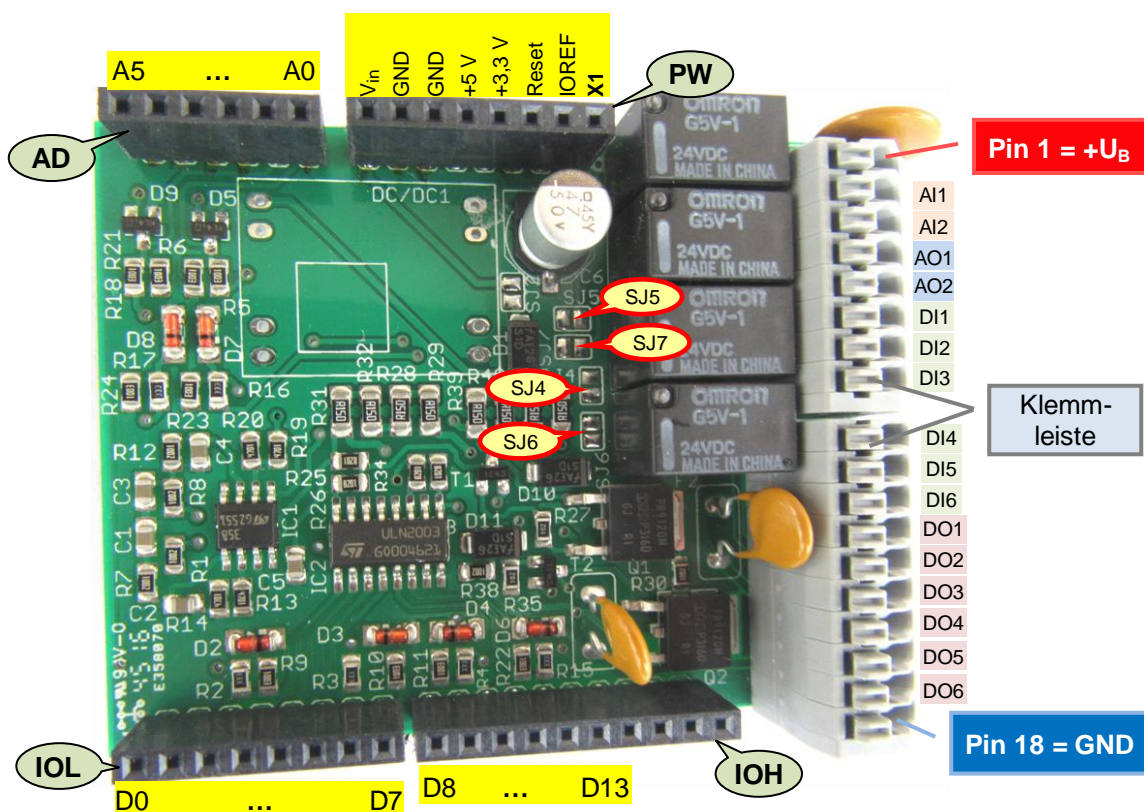
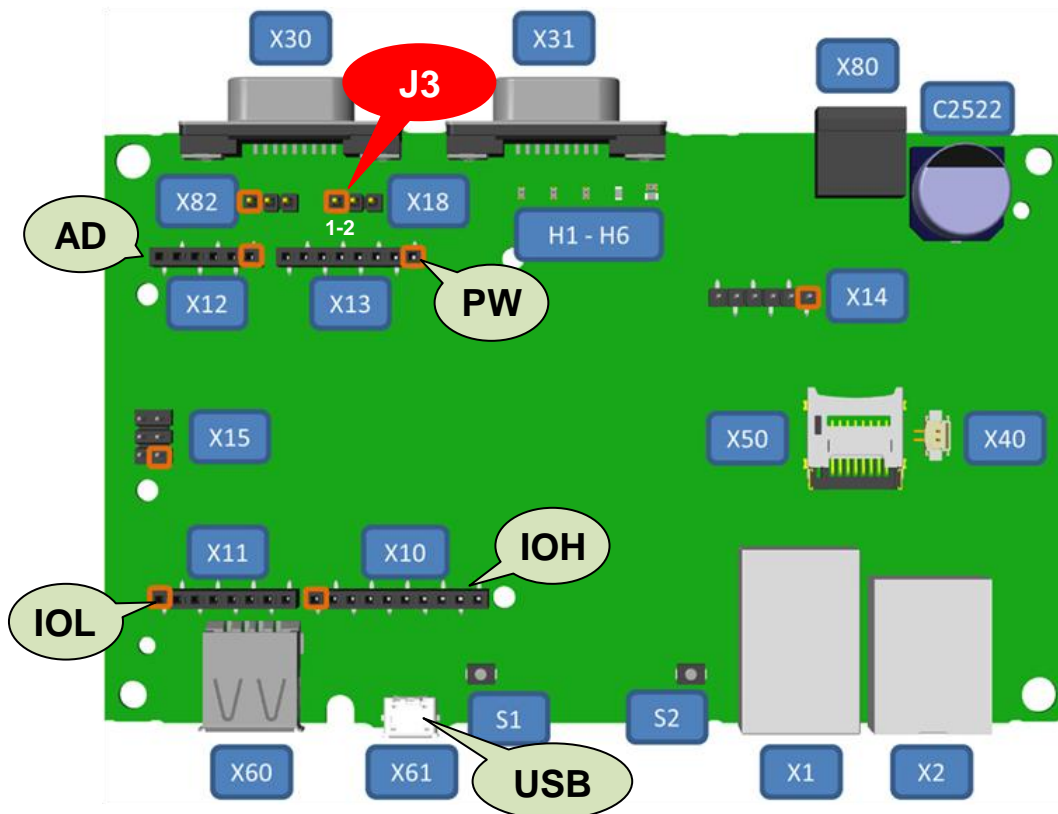
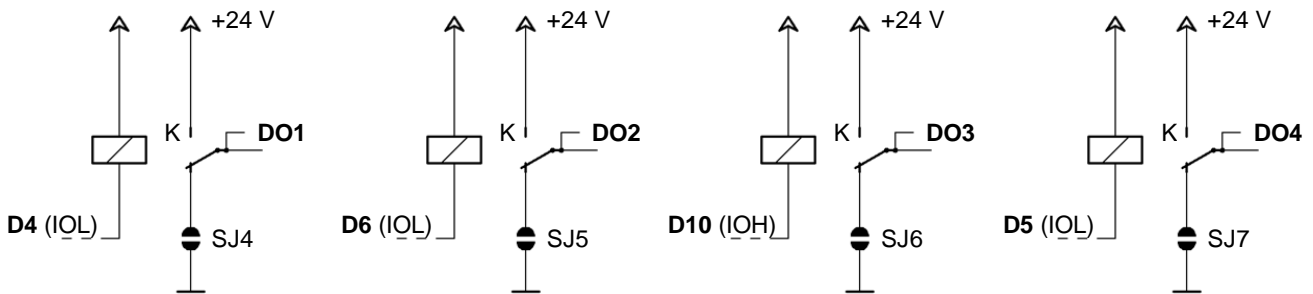

Abbildung 1: Blick von oben auf die Bestückungsseite des *IKHDS – Power Shields IOT2000*, Rev. 1.1
Abbildung 2: IOT2040 – Board (Quelle: Siemens)
Abbildung 4: Die vier Relais-Ausgangsstufen DO1 ... DO4 des *IKHDS – Power Shields*
Das *IKHDS – Power Shield IOT2000* ist nur zur Verwendung mit *IOT2000*-Systemen des Typs *IOT2020* oder *IOT2040* bestimmt. Diese Systeme **müssen** auf die IO-Spannung $V_{IOREF} = +5\text{ V}$ des Shields eingestellt sein. Dazu muss **Jumper J3** auf die Pfostenleiste X18 des *IOT2020*- bzw. *IOT2040*-Boards **in Position 1-2** gesteckt sein (siehe Abbildung 2 und Bedienungsanleitung "iot2000 operating instructions" des *IOT2000*-Herstellers Siemens). Diese Spannung V_{IOREF} liegt auch an Pin IOREF der Buchsenleiste PW (Abbildung 1). Andernfalls droht die Gefahr einer irreversiblen Beschädigung oder der Zerstörung des *IOT2000* Boards.
Bitte beachten Sie in Ihren Programmen zur Steuerung des Power Shields unbedingt die in den folgenden Abschnitten angegebenen Zuordnungen der Ein- und Ausgänge auf den Buchsenleisten IOL, IOH, AD und PW zu den Ein- und Ausgängen des *IKHDS – Power Shields* auf dessen Klemmleiste (siehe Abbildung 1 und Abbildung 2)!
- Der Download der Sketche vom PC des Programmierers auf das *IOT2000* erfolgt in der von anderen Arduino Boards her bekannten Weise über ein USB – Kabel, das an die Micro-USB – Buchse X61 des *IOT2000* angeschlossen wird (siehe Abbildung 2).
- Die Klemmleiste des *IKHDS – Power Shields IOT2000* hat sechs digitale Eingänge DI1 ... DI6 (siehe Abbildung 1). Eine an einen dieser Eingänge angelegte Spannung im Bereich 0 ... +24 V wird in ein Logiksignal im Bereich 0 ... +5V umgesetzt und ist dadurch kompatibel zu den Digitaleingängen des *IOT2000*.
- Das *IKHDS – Power Shield IOT2000* verfügt zur Messung analoger Gleichspannungen im Bereich 0 ... +10 V über zwei Eingänge AI1 und AI2 auf seiner Klemmleiste (siehe Abbildung 1). Auf dem *Power Shield* werden diese Spannungen in den Bereich 0 ... +5V umgesetzt, den der ADC (Analog / Digital – Converter) auf dem *IOT2000* Board verarbeiten kann. Die Analog / Digital – Wandlung selbst wird durch den *IOT2000* durchgeführt (siehe Abschnitt 9).
- Das *IKHDS – Power Shield IOT2000* kann an seinem Ausgang AO1 der Klemmleiste des Shields (siehe Abbildung 1) eine analoge Gleichspannung im Bereich 0 ... +10 V ausgeben. Das *IKHDS – Power Shield* erzeugt diese Gleichspannung durch Tiefpassfilterung eines PWM-Signals, das von dem *IOT2000* geliefert werden muss (siehe Abschnitt 10). Das PWM-Signal muss eine genügend hohe Frequenz ($f_{\text{PWM}} \geq 1,5 \text{ KHz}$) aufweisen, um eine gute Glättung mit einer geringen Restwelligkeit der Ausgangsgleichspannung durch das Tiefpassfilter des Shields sicherzustellen.
Abbildung 1 zeigt das *IKHDS – Power Shield IOT2000* von oben auf die Bauteilseite gesehen.
- Das IKHDS – Power Shield wird aufgesteckt auf die Buchsenleisten IOL, IOH, AD und PW (siehe Abbildung 1 und Abbildung 2) des IOT2000-Boards.
- Das IKHDS – Power Shield IOT2000 muss an Anschlusspin 1 seiner Klemmleiste mit einer externen Betriebsspannung U_B von nominal +24 V versorgt werden. Die Masse der Betriebsspannung (GND, 0 V) wird an Pin 18 angeschlossen (Abbildung 1).
- 6 digitale Ausgänge DO1 ... DO6, davon DO1 ... DO4 mit Relais- und DO5 ... DO6 mit MOSFET-Ausgang (siehe Abbildung 4 und Abbildung 5). DO5 und DO6 können wahlweise als „normale“ digitale Ausgänge oder als PWM-Ausgänge betrieben werden.
Die Bezeichner DI1 ... DI6, DO1 ... DO6, AI1 und AI2 sowie AO1 für die Anschlüsse der Klemmleiste des Shields (Abbildung 1) sind in der Library *PowerShield_IOT2000.h* definiert und können vom Anwender in seinem Arduino Sketch verwendet werden.
Die Belegung der Klemmleiste des *IKHDS – Power Shields* geht aus Abbildung 1 hervor. Die digitalen Eingänge DI1 ... DI6 sind die Pins 6 ... 11 der Klemmleiste.
Die digitalen Ausgänge DO1 ... DO6 liegen an den Pins 12 ... 17 der Klemmleiste des Shields (Abbildung 1).
Bei den digitalen Ausgängen DO1 ... DO4 schaltet im EIN-Zustand (logisches HIGH) ein Relaiskontakt K die Betriebsspannung $U_B = 24\text{ V}$ an den zugehörigen Pin DO1 ... DO4 der Klemmleiste (Abbildung 4). Im AUS-Zustand ist der Kontakt offen, wenn die beiden Pads des jeweiligen Löt-Jumpers SJ4... SJ7 nicht durch eine Lotbrücke verbunden sind. Die Lage der Löt-Jumper SJ4... SJ7 kann Abbildung 1 entnommen werden. Soll auch im AUS-Zustand ein definiertes Potenzial am Ausgang anliegen, kann durch Kurzschließen des jeweiligen Löt-Jumpers SJ4... SJ7 durch eine Lötzinnbrücke im AUS-Zustand Massepotenzial an den zugehörigen Pin der Klemmleiste gelegt werden.